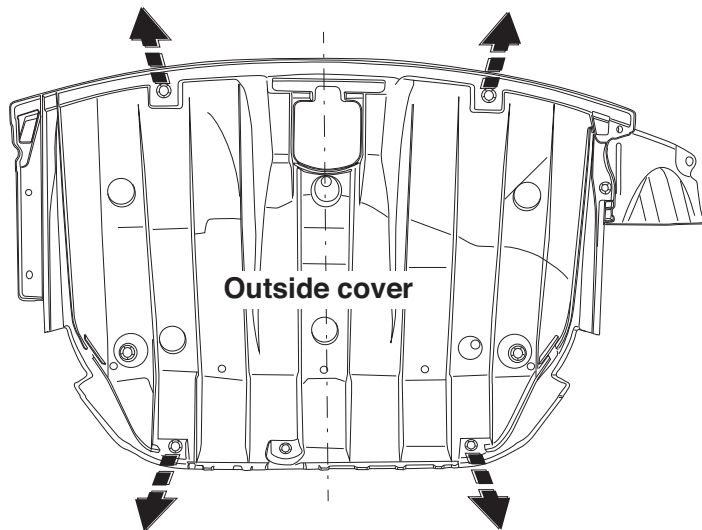

Fig.1
1. Снять пластмассовую закрывающую пластину снизу в середине. (См. рисунок 1).